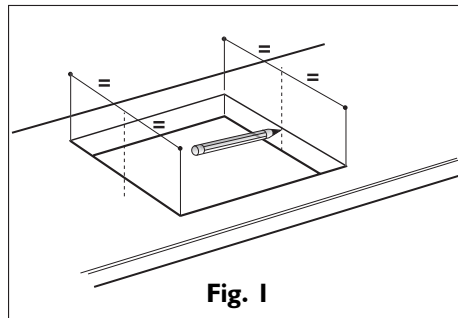

Fig. 1
2. Mesurer le milieu des côtés verticaux du trou pour l'encastrement (Fig. 1)